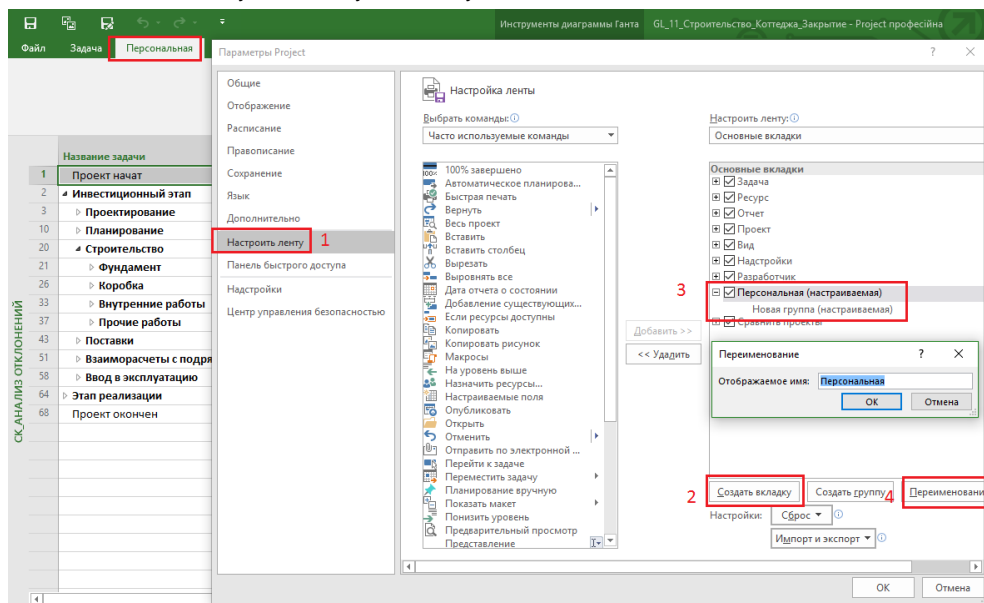

Рисунок 14.1 – Создание собственной закладки на ленте
3. Переименовать созданную закладку (см. Рисунок 14.1).